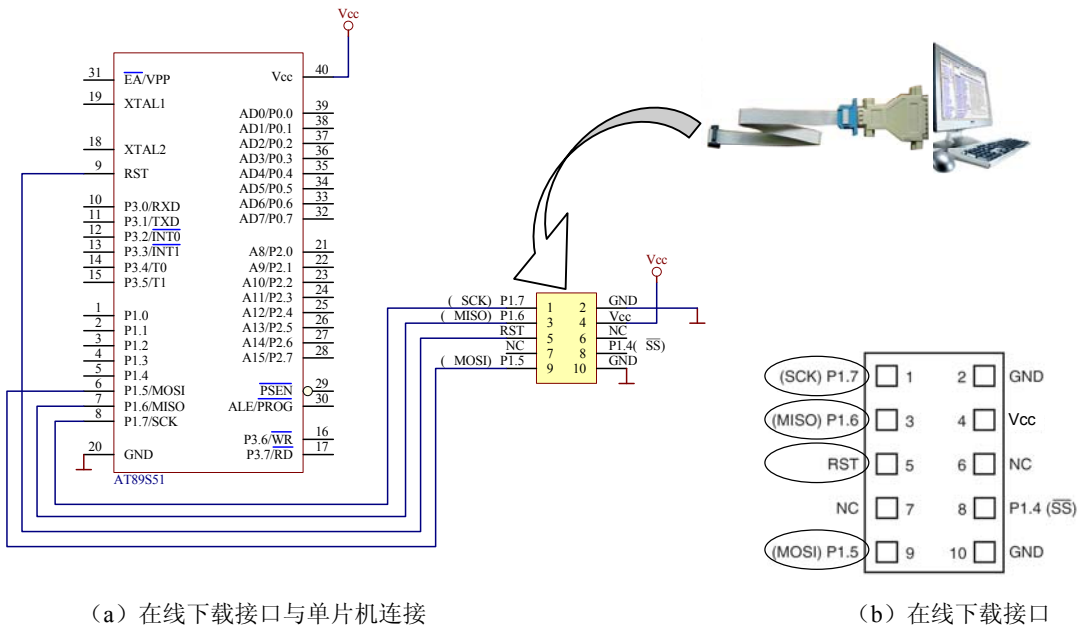

图 1-18 在线下载接口
2. P14 页图 1-18 (a) 右上角的“SS”上缺了一条线，应改成